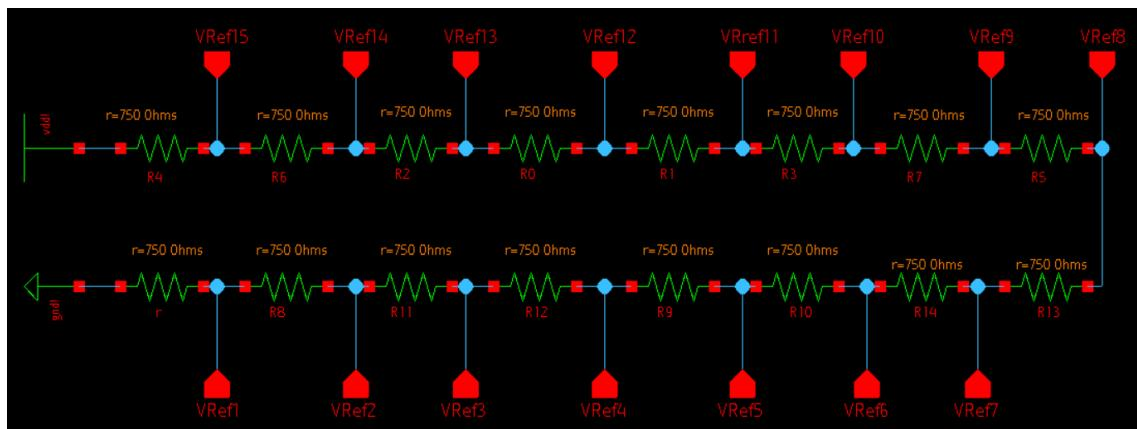
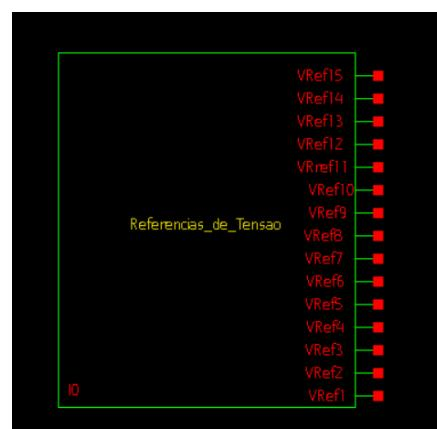

Fig. 1 – Esquemático com as 16 resistências ideais
Fig. 2 – Símbolo para Referências de Tensão
para isolar a corrente, uma vez que a tensão (U) é fixa em 1,2 V. Assim, obtém-se a corrente de 0,0001 A ou $100 \mu\text{A}$. Além disso, usando a Lei de Ohm, temos que a resistência total deve ser de aproximadamente $12 \text{k}\Omega$. Logo, o valor da resistência de cada resistor deve ser de $0,75 \text{k}\Omega$ ou 750Ω (valor obtido ao dividir $12 \text{k}\Omega$ por 16 unidades). O esquemático com todas as resistências é mostrado na Fig. 1, enquanto seu símbolo, chamado “*Referencias_de_Tensao*” é mostrado na Fig. 2.